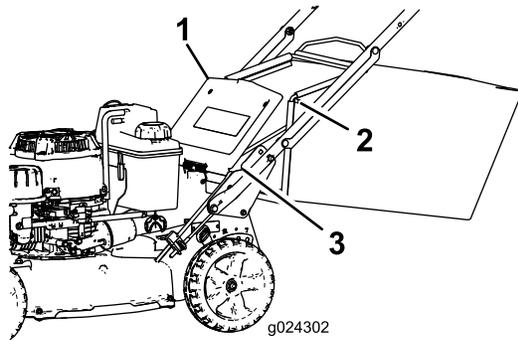

Bild 17
2. Heben Sie die hintere Klappe an und halten Sie sie hoch (Bild 17).
4. Setzen Sie die Enden der Fangkorbstange in die Kerben an der Unterseite des Bügels ein und bewegen den Fangkorb nach vorne und hinten, um sicherzustellen, dass die Enden der Stange richtig in den Kerben sitzen (Bild 17).
3. Nehmen Sie die Fangkorbstange am Fangkorb aus den Kerben an der Unterseite des Bügels (Bild 17).